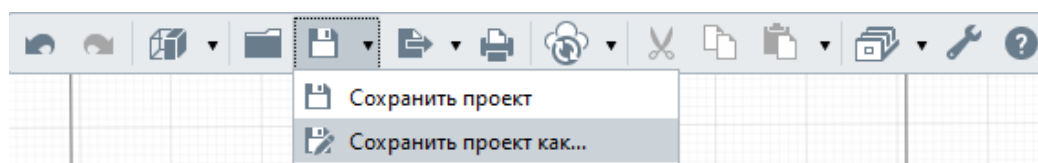

Рис. 25 Сохранение проекта
6. Сохраните данную работу в свою папку: на **Основной панели** – **Сохранить проект как...** (рис. 25)